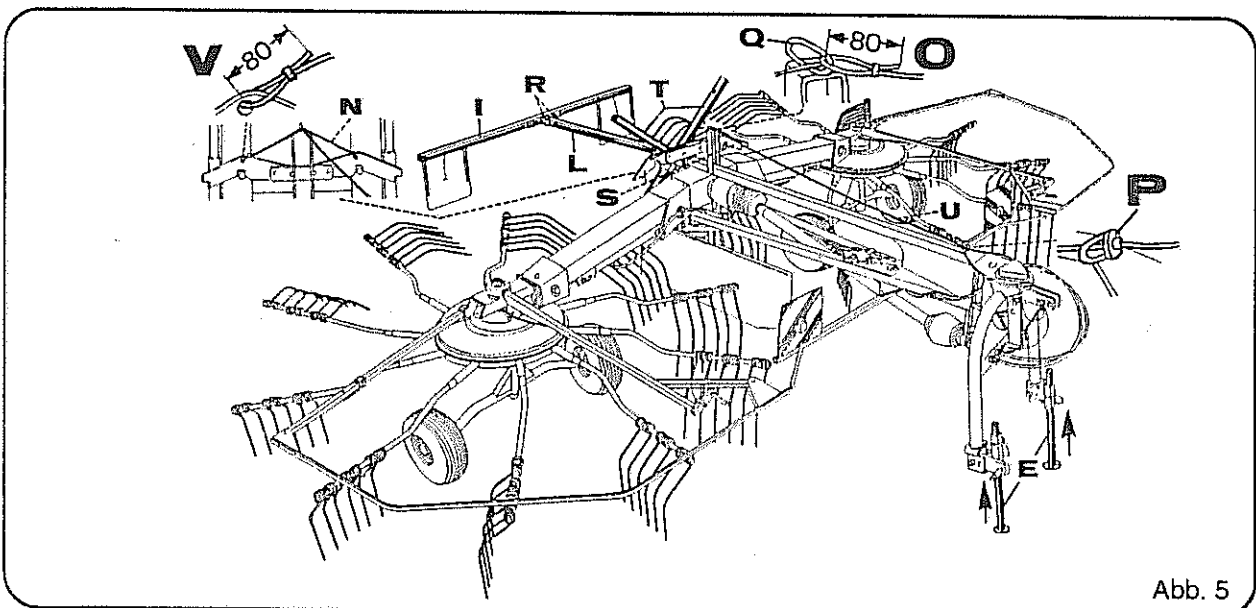

Abb. 5
- Vordere Abstellstützen nach oben schieben (Abb. 5, Pos. E) und mit Rohrklappstecker sichern.
- Stützenhalter (Abb. 5, Pos. L) mit den 3 Bolzen $\varnothing 25 \times 120$ und 6 Spannstiften 6×40 an den Hauptrahmen montieren.
- Wartafelhalter (Abb. 5, Pos. I) mit den Laschen nach unten zeigend mit 2 Schrauben M 10 x 65, 4 Scheiben $11/34 \times 3$ und 2 Muttern M 10 an Stützenhalter (Abb. 5, Pos. L) montieren.
- Hintere Abstellstützen (Abb. 5, Pos. T) von unten in die Führungen einschieben und in der untersten Stellung abstecken und sichern.
- Das kurze Seil (Abb. 5, Pos. N) durch die Öse der Zugklammer (Abb. 5, Pos. Q) ziehen und an beiden Klinken mit Ringschellen nach Einzelheit "V" befestigen.
- Das lange Zugseil (Abb. 5, Pos. U) an die Öse der Zugklammer (Abb. 5, Pos. Q) nach Einzelheit "O" mit Ringschelle anbringen.